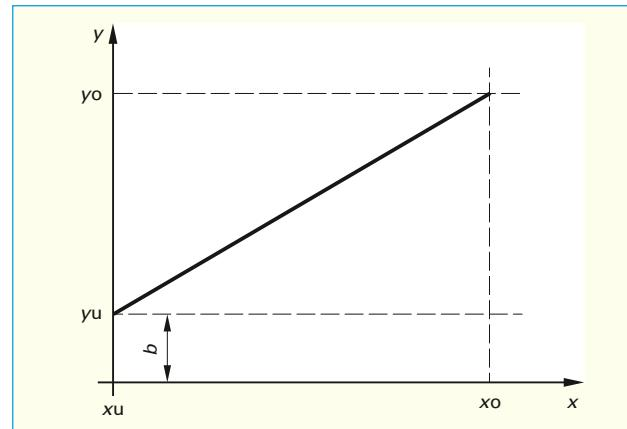

Bild 1: Normierungskennlinie
b) Ergänzen Sie anhand **Bild 1** und Teilaufgabe a) die **Tabelle 1**.